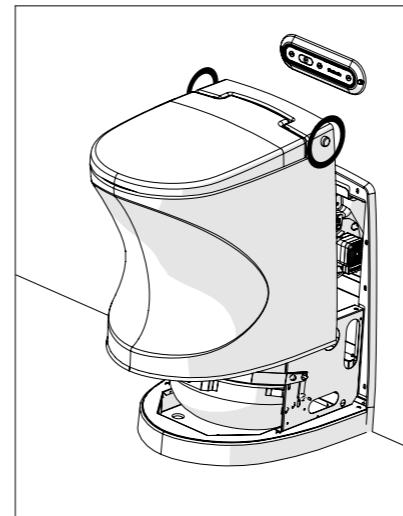

Abbildung 4
2. Ziehen Sie das Gehäuse aus der Rückwand heraus. Greifen Sie die Taste oben an der Rückseite der Toilette (Abbildung 4), und ziehen Sie das Gehäuse aus der Wand.